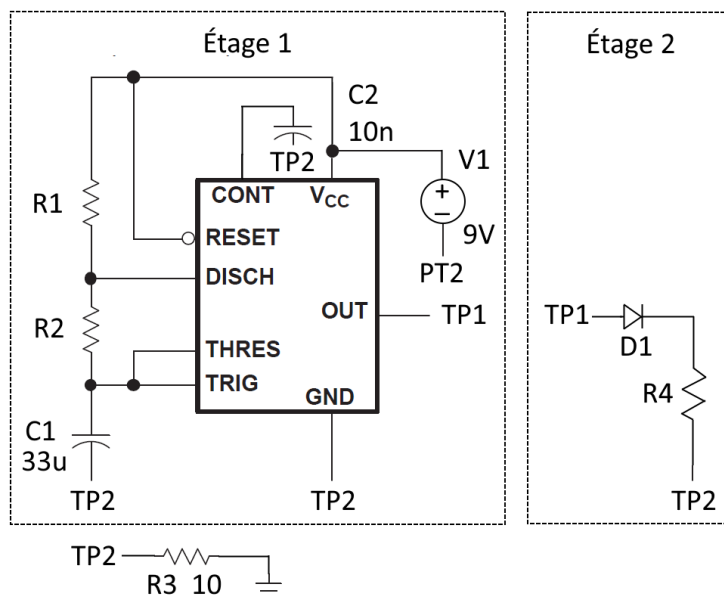

Figure 11 : Mesure de courant des étages 1 et 2
- 1) Mesurez et observez la forme d'onde du courant circulant dans tout le circuit à l'aide d'une résistance *de R3 de 10 Ohms* et de l'oscilloscope (voir la note #2 plus bas). Voir Figure 11.